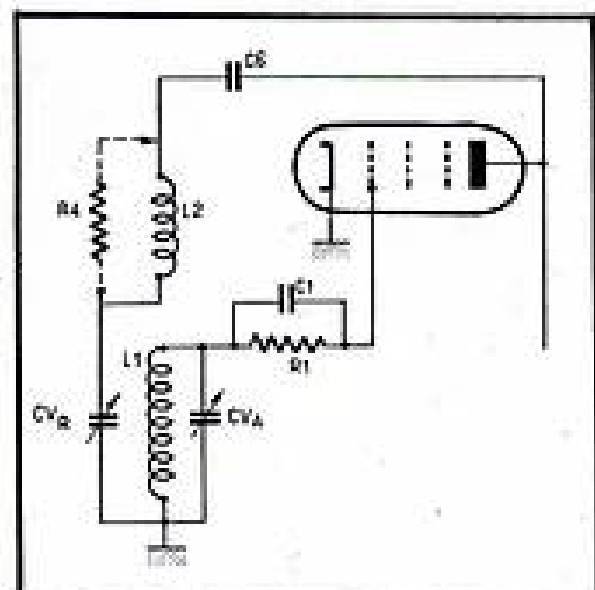

Fig. 60. — Pour diminuer la réaction on peut amortir l'enroulement correspondant par une résistance shunt.
b. — Shunter l'enroulement L_2 par une résistance (R_1 , fig. 60) que l'on ajustera de façon à pouvoir accrocher et décrocher dans toute l'étendue de la gamme. Ordre de grandeur : 5 000 à 20 000 ohms.